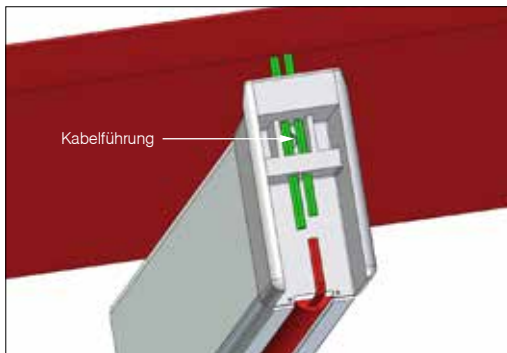

Abb. 45
- » Die aus dem Tuch stehenden Kabelenden jeweils durch die 10,5-mm-Bohrung der Endkappe führen (Abb. 45).